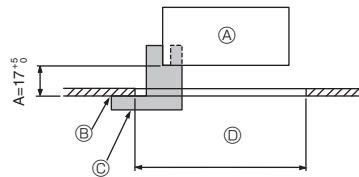

Fig. 9-2
①	Վանդակաճաղ	1	950 × 950 (մմ)
②	Չափիչ հարմարանք տեղադրման համար	1	(Բաժանված է 4 մասի)
③	Պտուտակ (4 × 16)	1	PLP-6EAE-ի, PLP-6EAL-ի, PLP-6EALME2-ի համար
④	i-see սենսորի անկյունային վահանակ	1	PLP-6EAE-ի, PLP-6EAL-ի, PLP-6EALME2-ի համար
⑤	Անլար հեռակառավարման վահանակ	1	PLP-6EALME2-ի, PLP-6EALME2-ի համար
⑥	Հեռակառավարման վահանակի կալիչ	1	Առկա է, եթե սարքը կոմպլեկտավորված է անլար հեռակառավարման վահանակով:*
⑦	LR6 AA մարտկոցներ	2	Առկա է, եթե սարքը կոմպլեկտավորված է անլար հեռակառավարման վահանակով:*
⑧	3,5 × 16 պտուտակամեխ	2	Առկա է, եթե սարքը կոմպլեկտավորված է անլար հեռակառավարման վահանակով:*
9.2. Վանդակաճաղի տեղադրման նախապատրաստում (Fig. 9-2)
- Այս կոմպլեկտում առկա չափիչ հարմարանքով ② կարգավորել և ստուգել հիմնական բլոկի դիրքը առաստաղի մակերևույթի համեմատ: Եթե հիմնական բլոկը պատշաճ կերպով դիրքավորված չէ՝ առաստաղի մակերևույթի համեմատ, դա կարող է օդի արտահոսքի կամ կոնդենստի գոյացման պատճառ դառնալ: